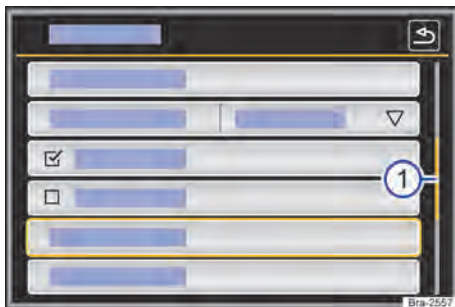

Fig. 123 Representação esquemática: entradas da lista no menu de configurações.
As entradas de lista podem ser acessadas pelo toque direto no display ou por meio do botão de regulagem → Fig. 123 ④.
Se em uma exibição de lista houver mais registros selecionáveis do que podem ser visualizados, são mostradas superfícies de função para a rolagem ou uma barra de rolagem à direita na imagem → Fig. 123 ①.